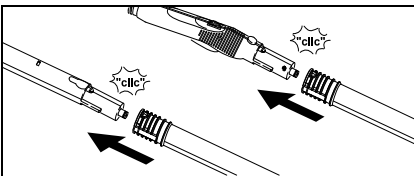

Abb. 7
- Bei Bedarf die Verlängerungs­rohre (G1) verwenden. Dazu ein bzw. beide Verlängerungs­rohre auf die Dampfpi­stole (C1) montieren (siehe Abb.7). Benötigtes Zubehör (D1, E1, F1, H1) auf das freie Ende des Ver­längerungs­rohres schieben.